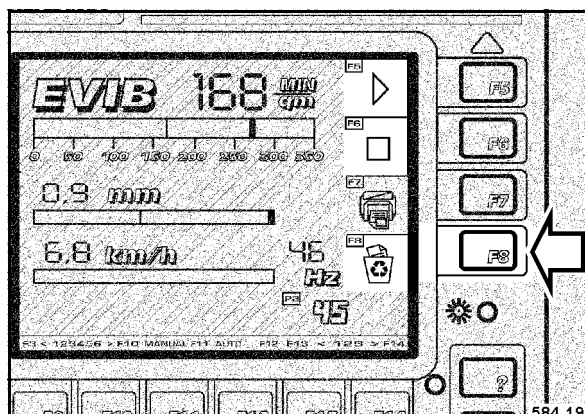

fig. 83
- Si d'autres copies de la présente piste non sont pas nécessaires, appuyer sur la touche F8 "EFFACER" (fig. 83) après l'allumage de la zone de contrôle F6 "TERMINE".